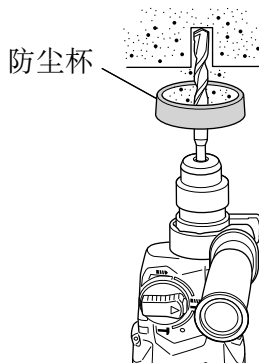
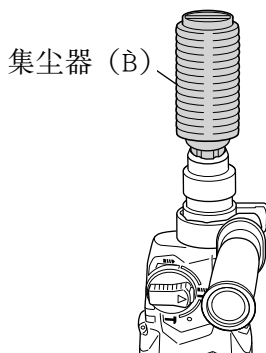

图 9
图 10
4. 安装集尘杯和集尘器 (B) (选购附件) (图 9、图 10)
请按照图 9 所示方法，将集尘杯装在钻头上使用。使用粗径钻头时，请用本电动锤钻将集尘杯的中心孔开大。
- 集尘器 (B) 的安装方法
使用集尘器 (B) 时，请将集尘器 (B) 与夹卡上的槽对准后，将集尘器 (B) 从钻头的顶端插进去 (图 10)。